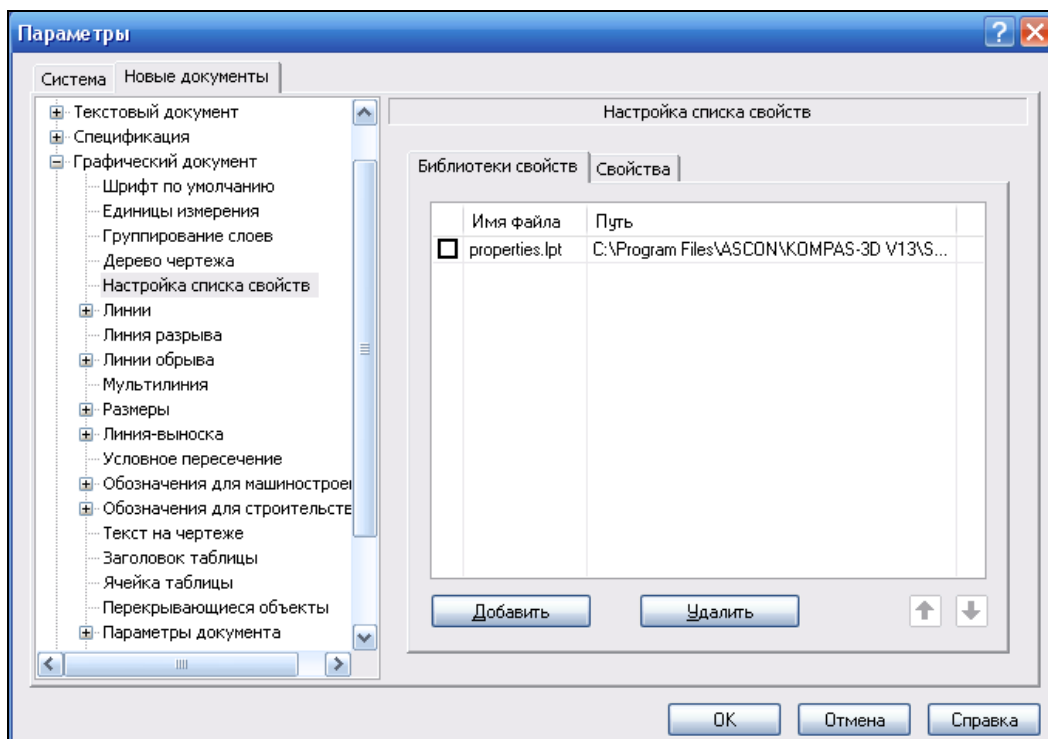

Рис. 9.1. Диалоговое окно **Параметры** на вкладке **Библиотеки свойств**
Вкладка **Библиотеки свойств** (рис. 9.1) позволяет подключить другие библиотеки, свойства которых могут быть использованы в новых документах. В данном случае библиотека свойств отсутствует. Для подключения библиотеки нажмите кнопку **Добавить**. В появившемся стандартном диалоге выберите библиотеку *properties.lpt* и нажмите кнопку **Открыть**. Данная библиотека будет добавлена и ее имя появится в окне **Параметры**. Для подключения библиотеки поставьте флажок слева от ее названия.
- ◆ нажмите кнопку **Настройка списка свойств** . Появится диалоговое окно **Параметры** (см. рис. 9.1). В нем для текущего документа можно выполнить только настройку отображения свойств. Поставьте "птички" в окнах нужных свойств и нажмите кнопку **ОК**. Данные свойства добавятся в список на Панели свойств;